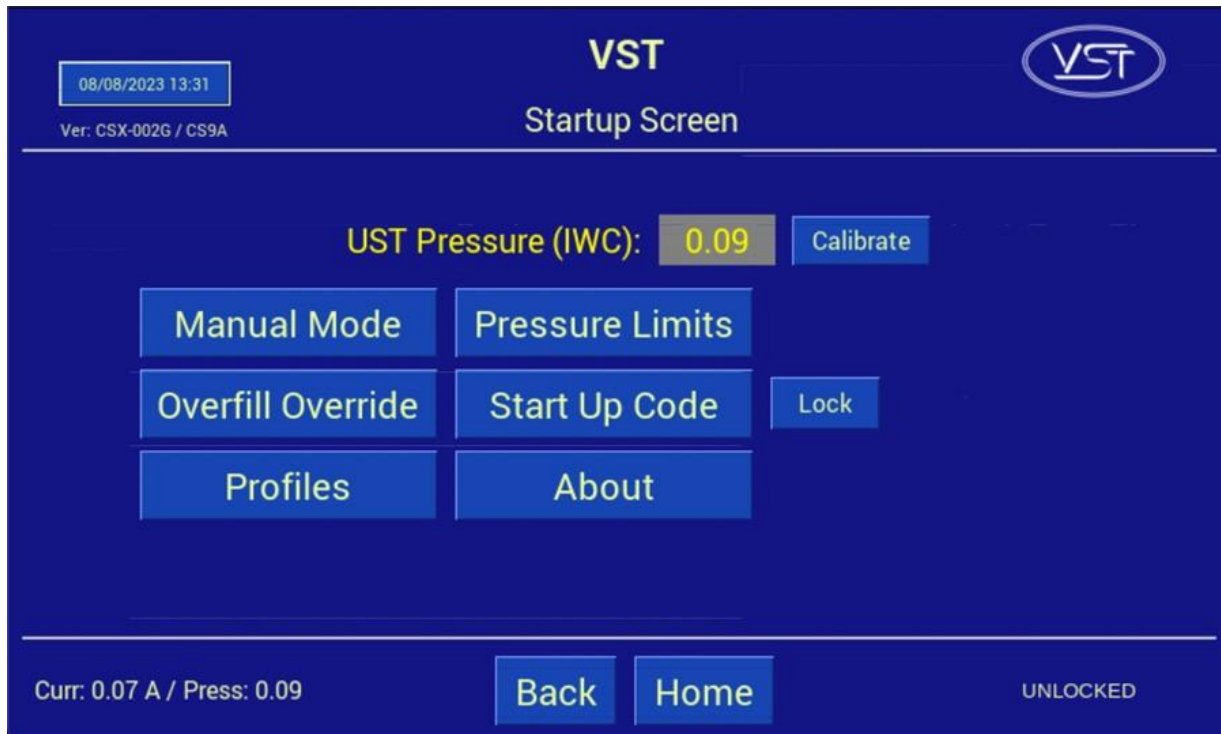

Figura 6-9: Pantalla de inicio
- Para anular manualmente la alarma de sobrellenado una vez finalizada la prueba, navegue hasta la pantalla de inicio. **Ver la Figura 6-9**
7. Presione el botón "Startup Code". Vea la **Figura 6-9**.